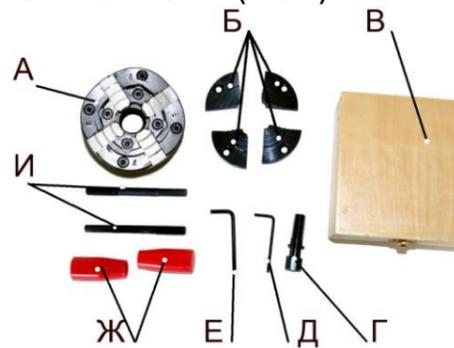

Рис. 1
3. КОМПЛЕКТНОСТЬ (Рис. 1)
- 6.3.2. Установите кулачки типа 2 (Б) Рис. 1, 4.